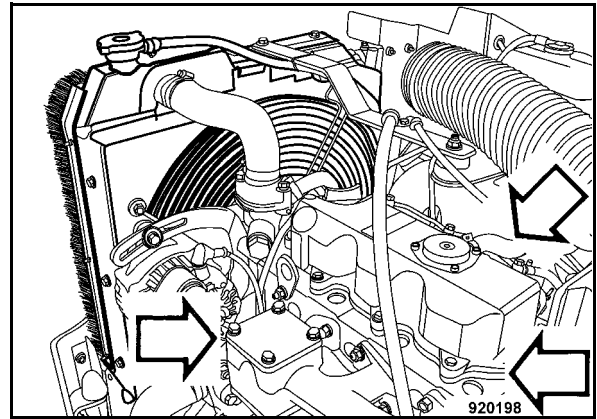

Fig. 125
- Controllare se i fissaggi dei tubi d'aspirazione e di scarico (Fig. 125) siano serrati saldamente sulle teste cilindri.